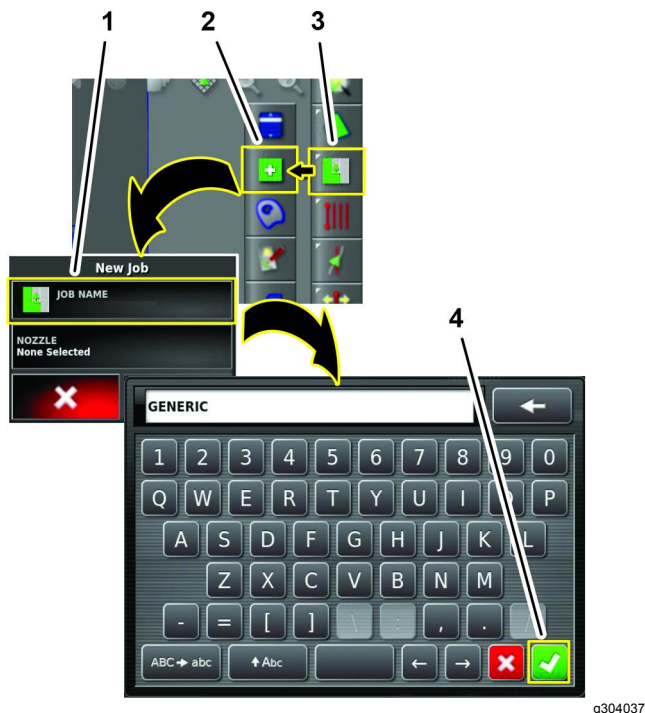

Bild 236
1. Tippen Sie auf das Job-Menü und tippen Sie auf das Symbol NEUEN JOB ERSTELLEN (Bild 236).
2. Verwenden Sie die Bildschirmtastatur, um den Namen des grundlegenden Job einzugeben, und tippen Sie auf das Bestätigen-Symbol (Bild 236).